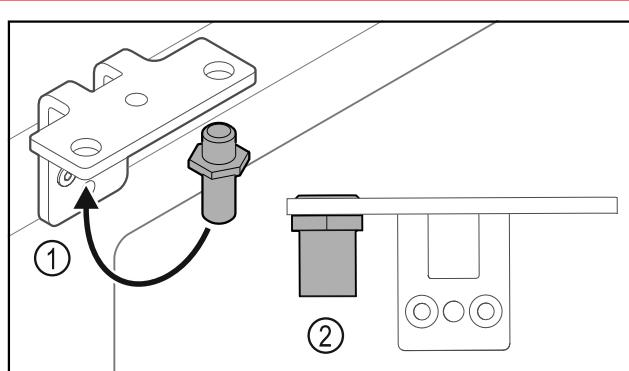

Fig. 27
- ▶ 请勿拆解关门系统 Fig. 27 (1)。
- ▶ 转动关门系统 Fig. 27 (2)，直至听到咔嚓声。
- ▶ 松开螺栓 Fig. 27 (3)，朝上取下合页铁 Fig. 27 (4)。